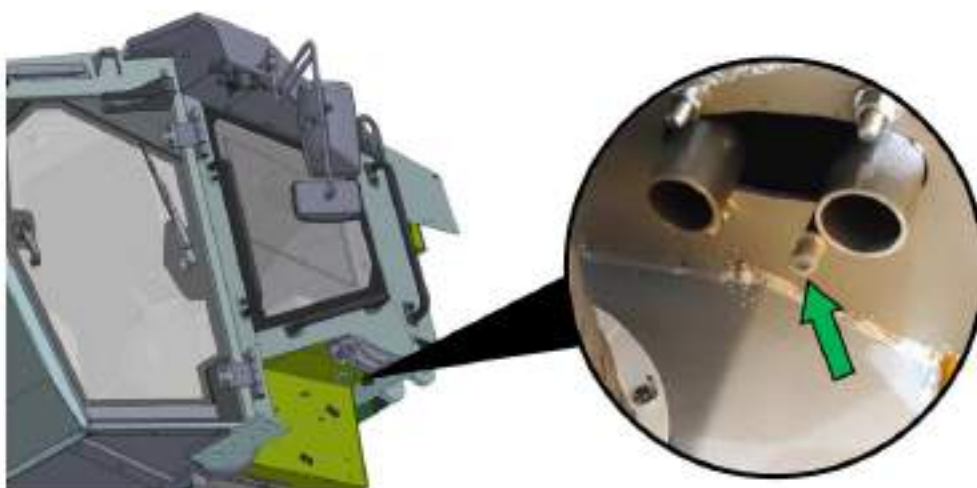

Рисунок 5.31. Точка подключения трубопровода воздушного отопителя кабины
- ▶ Снять хомут и отсоединить трубопровод топливоподачи воздушного отопителя кабины. Место подключения трубопровода показано стрелкой, см. рис. 5.31.
- ▶ С левой стороны кабины подключить трубопровод топливоподдачи воздушного отопителя кабины, закрепив хомутом, см. рис. 5.31. Подключить хладнопроводы системы кондиционирования рис. 5.30.